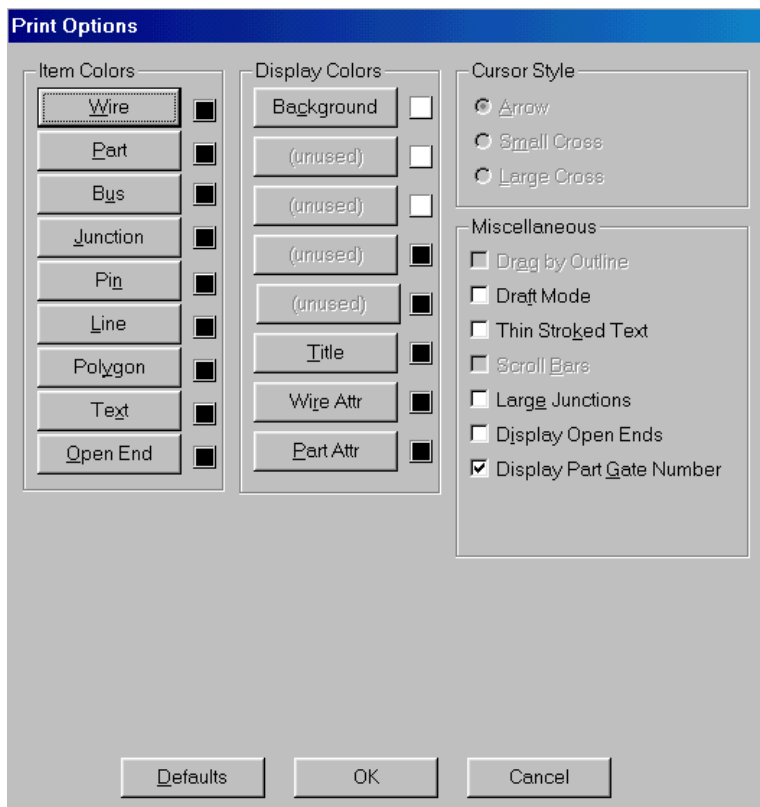

Рис. 6-22. Настройка параметров объектов при печати
2) Из библиотеки «Моя библиотека» выберите компонент FILTER и разместите его на втором листе проекта, как показано на рис. 6-22 (модуль M3). Удобство такого подхода состоит в том, что ссылку на эквивалентную схему в данном случае придется создавать вручную, что чревато большим количеством ошибок.
3) Доработайте схему усилителя как показано на рис. 6-22.